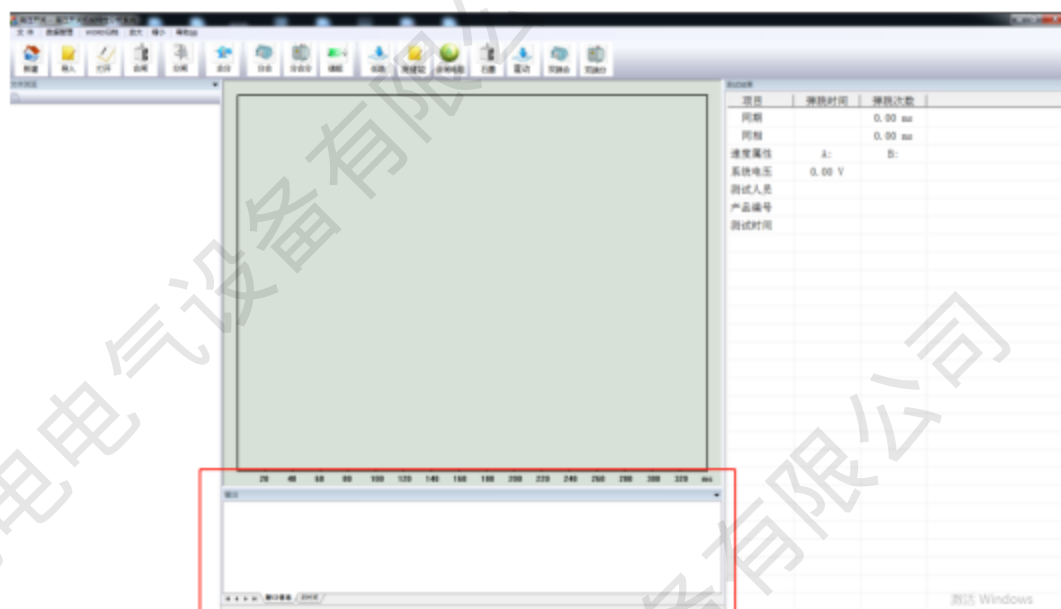

图 1-12
5.设置完毕后，如图 1-12，在此界面就会出现“断口状态”，若出现“联机失败”字样，请重新检查计算机的串口状态。